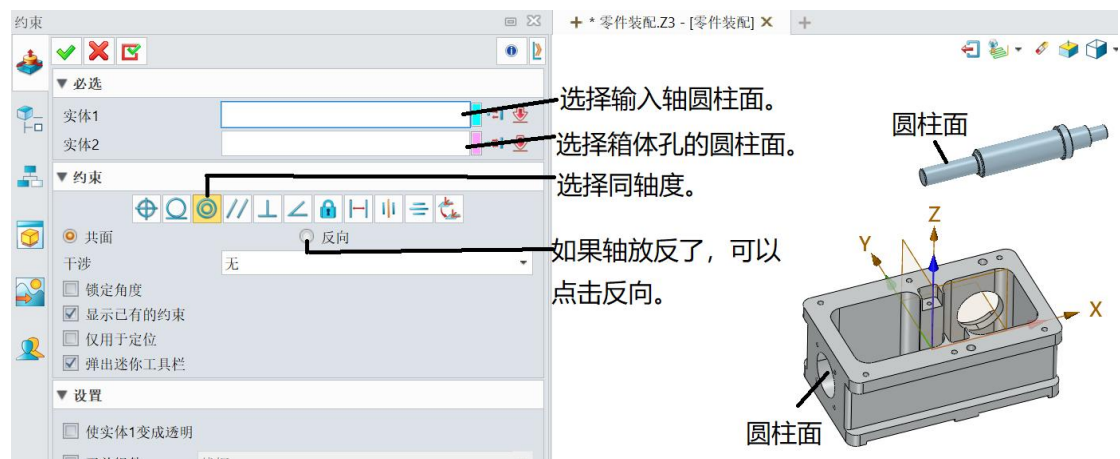

图 12-22 主轴安装
(2) 固定后，箱体不能移动了，在箱体上安装输入轴，如图 12-22 所示。